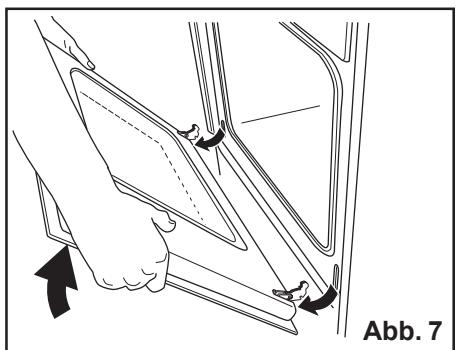

Abb. 7
4. fassen Sie die Tür an den beiden Außenkanten und schließen Sie die Tür nur ca.45° (Abb. 7);
5. ziehen Sie die Tür nach vorne aus ihrem Sitz (Abb. 7);